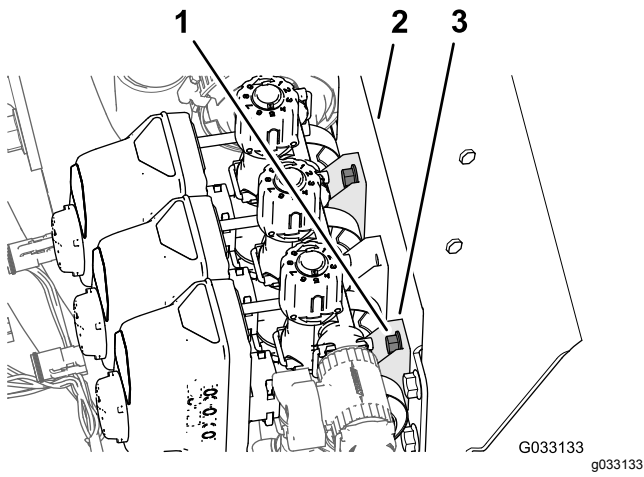

图44
1. 松开将 3 个喷洒臂段阀固定至歧管安装架的 4 个凸缘头螺栓 1/4 x 3/4 英寸和 4 个凸缘锁紧螺母 1/4 英寸图44。